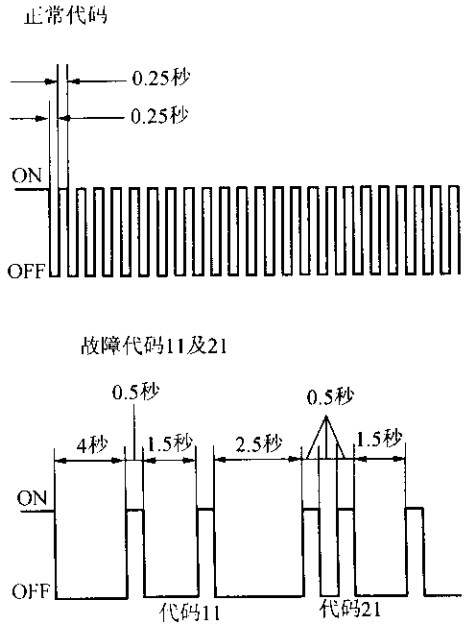

图9-225 正常码、代码11及21的波形图
①点火开关 ON。
②使用专用工具，连接诊断连接器的端子 TC 与 EI。
③根据巡航主指示灯的闪烁读取故障代码。如不输出故障代码，检测诊断电路。例如，图9-225所示为正常码、代码11及21的闪烁波形。